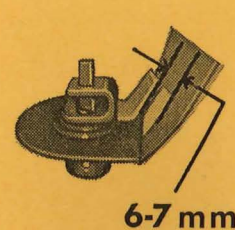

Abb. 8
16. **Regelmäßig** den **Abstand (6-7 mm)** zwischen **Trichterwand** und **Rührfinger überprüfen!** Rührfingerspitze (s. Abb. 8) nachbiegen. Zu stark verschlissene Rührköpfe auswechseln.
- Beim Einbau der Satzrührköpfe ist darauf zu achten, daß der Rührfinger über der gekrümmten Streuschaufel steht und die aufgeschweißte Schneide in Drehrichtung vorausseilt (s. Abb. 9). Das Schneidmesser muß außerdem an der Düngerausstrittsöffnung einen Abstand von 6-7 mm haben (siehe Abb. 8), und der Rührkopf darf nicht auf dem Trichterboden schleifen. Bei Berühren Trichterboden etwas nach unten drücken!
- Beim Einbau der Satzrührköpfe ist darauf zu achten, daß der Rührfinger über der gekrümmten Streuschaufel steht und die aufgeschweißte Schneide in Drehrichtung vorausseilt (s. Abb. 9). Das Schneidmesser muß außerdem an der Düngerausstrittsöffnung einen Abstand von 6-7 mm haben (siehe Abb. 8), und der Rührkopf darf nicht auf den Trichterboden schleifen. Bei Berühren Trichterboden etwas nach unten drücken!